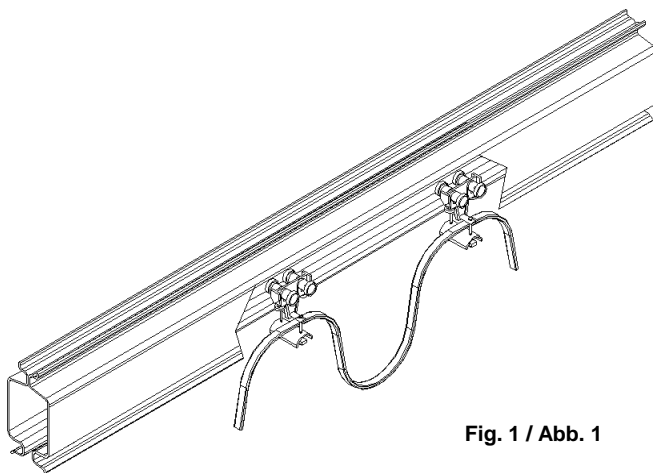

Fig. 1 / Abb. 1
- Flat cable under the profile (fig. 1)
- Câble plat sous le profilé (fig. 1)
- Flachkabel unter dem Profil (Abb. 1)